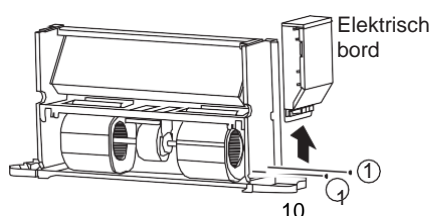

Fig 4-7 Elektrisch bord verwijderen
- Verwijder, zoals getoond op Fig. 4-7, de schroeven ① * 2 om het elektrisch bord weg te nemen.